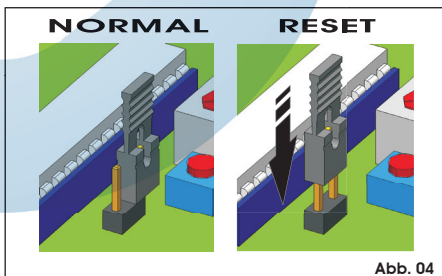

Abb. 04
- Mit einer beliebigen an diesen Eingang angeschlossenen Vorrichtung einen Befehl **OPEN A** geben; auf dem Display wird der Wert „P-“ angezeigt und die Flügel starten die Bewegung. Wenn dies nicht geschieht, die Bewegung des Tors mit einem Reset-Impuls anhalten und eine Überbrückung zwischen den beiden **PINS** von „**RESET**“ herstellen und hierzu den entsprechenden Steckverbinder verwenden (siehe Abb. 04). Die Spannung unterbrechen und den Steckverbinder wieder in die normale Stellung setzen (Abb. 04). Dann die Drähte der Motoren/des Motors austauschen, die die Öffnungsbewegung ausgeführt haben. Die Programmierphase ab Punkt 1 wieder aufnehmen.